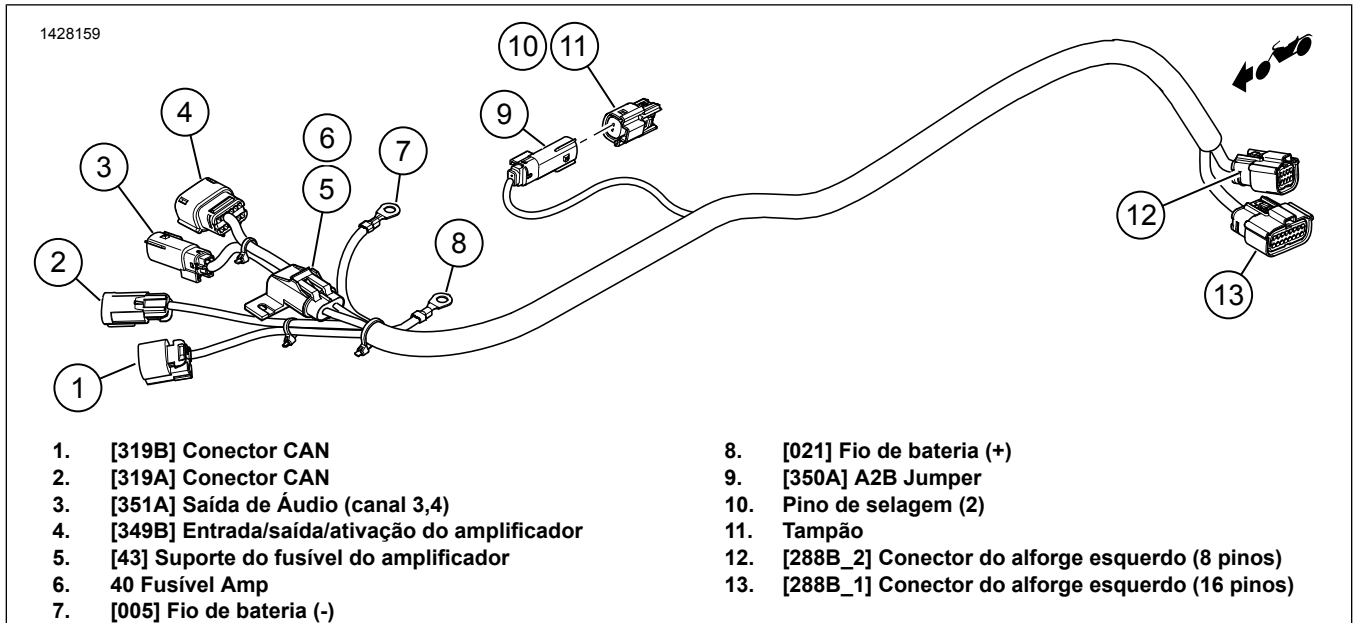

Figura 13. Conectores do chicote externo (2017 e posterior)
Ver a Figura 13. Se **NÃO** estiver instalado um amplificador secundário, insira os pinos de vedação (10) na tampa (11) e ligue ao conector 350A (9).
Consulte também Figura 13 para obter referências para os conectores de chicote externos de 2017 e posteriores.